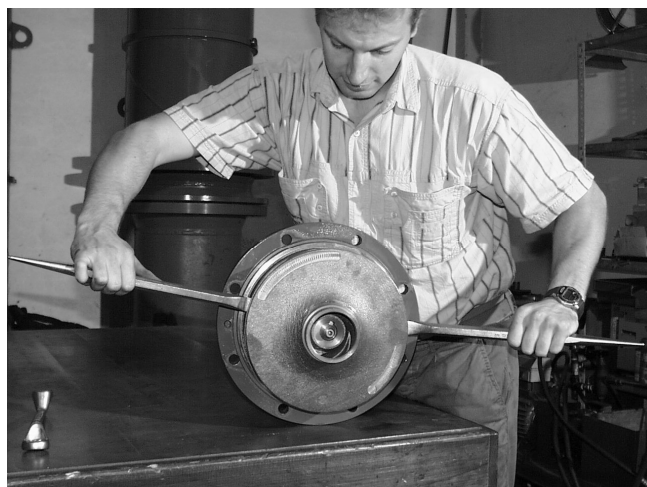

fig. 10
- Si el propulsor tiene una paleta trasera, compruebe la holgura axial "a" entre el propulsor (230) y la cubierta de la envuelta (161) antes de continuar el desmontaje. Consulte la sección 8.7.1.
- Afloje la tuerca del propulsor (922) (rosca derecha) fijando el rotor en el extremo del acoplamiento.
- Extraiga el propulsor (230) con dos destornilladores o palancas (fig. 10). Quite la llave (940.31).